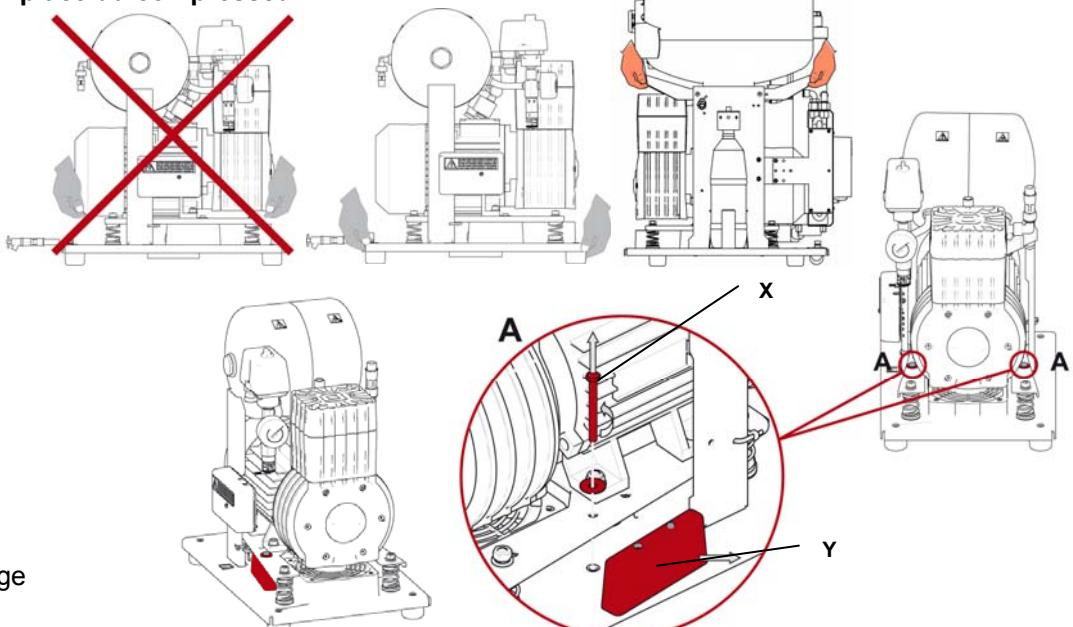

Fig.5 Déblocage
**Compresseur dentaire en coffret DK50 S, DK50-10 S (Fig.5, Fig.8)**
**Compresseur dentaire en coffret DK50-10 S/M (Fig.5, Fig.8)**